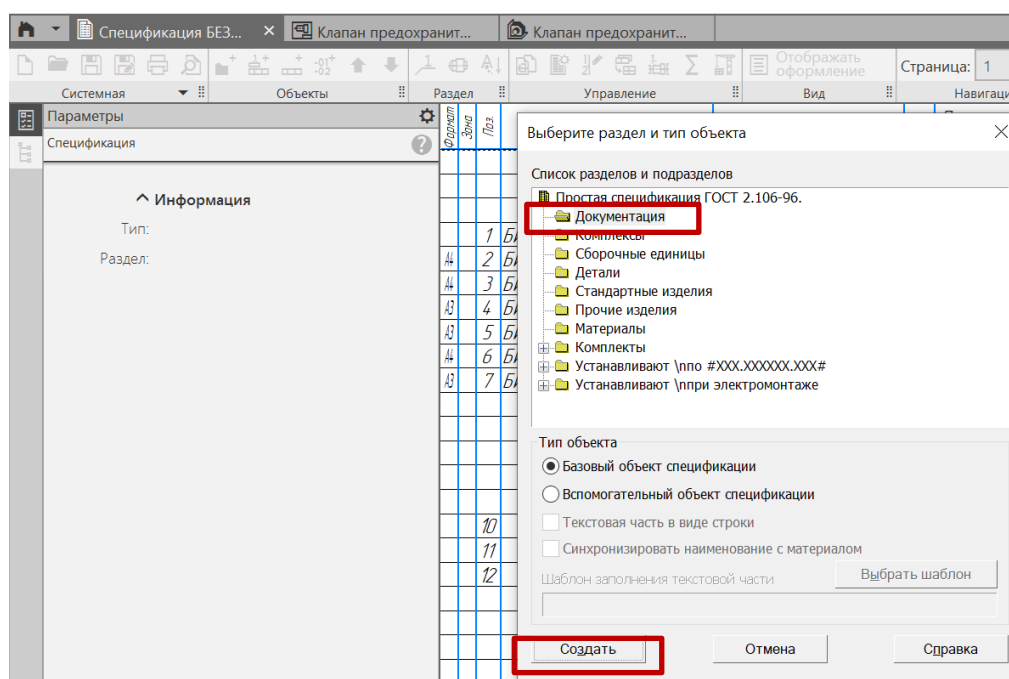

Рис. 18 Выбор раздела «Документация»
- **Объекты – Добавить раздел** (рис. 18, 19).